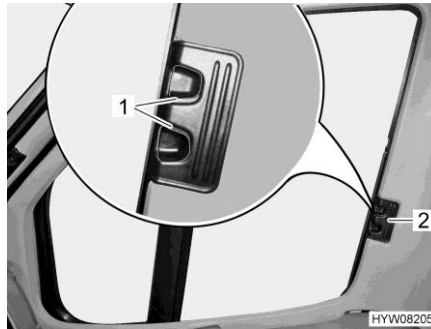

Bild 59 Faltverdunklung (Fahrer-/
- Entriegelungsgriffe (Bild 59,1) zusammendrücken und gedrückt halten.
- Die Faltverdunklungen für das Fahrerfenster und das Beifahrerfenster am Griff (Bild 59,2) zur anderen Fensterseite ziehen und an den Magnetstreifen aneinanderfügen.
- Die Faltverdunklungen für das Fahrerfenster und das Beifahrerfenster am Griff (Bild 59,2) bis zum Anschlag einschieben.
- Entriegelungsgriffe (Bild 59,1) loslassen und einrasten lassen.